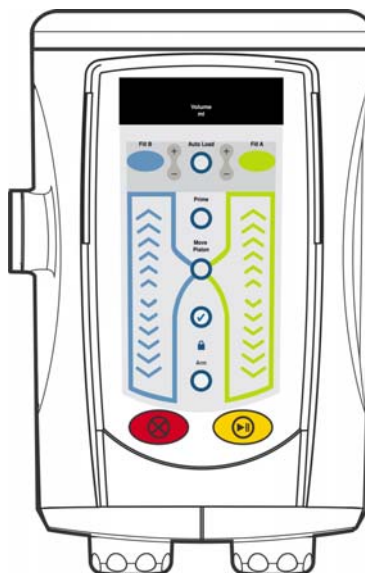

Figura 15 - 2: Capul injectorului
2. Curățați suprafețele capului injectorului (cu excepția pistoanelor și interfeței seringii; consultați Figura 15 - 3: Piston) cu un șervețel curat, moale, care nu se destramă, îmbibat în apă caldă (ud, dar stors) timp de minimum 1 minut până când acestea devin vizibil curate. Înlocuiți șervețelul dacă acesta devine vizibil murdar. În timpul curățării de 1 minut, asigurați-vă că toate îmbinările, zonele cu caneluri și butoanele sunt curate. Pentru a curăța pistoanele seringii și interfața seringii, consultați secțiunea „Curățarea pistoanelor și interfeței seringii”.
4. Ștergeți toate suprafețele, cu excepția pistoanelor seringii și interfeței seringii (consultați Figura 15 - 3: Piston), cu laveta Sani-Cloth® Plus sau un șervețel CaviWipes™ timp de 1 minut sau până când acestea devin vizibil curate. Asigurați-vă că toate îmbinările, zonele cu caneluri și butoanele sunt curate. Pentru a curăța pistoanele seringii și interfața seringii, consultați secțiunea „Curățarea pistoanelor și interfeței seringii”.